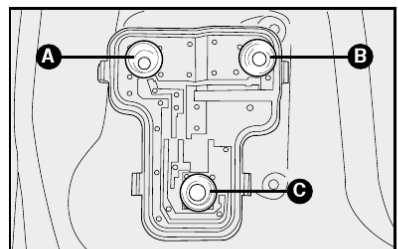

fig. 17
6) As lâmpadas **fig. 17**, são do tipo: